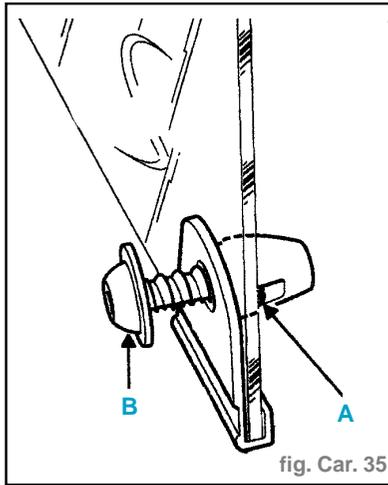

fig. Car. 35
Important : S'assurer que le doigt de maintien (A) est correctement plaqué contre la face extérieure de la vitre et qu'il ne se trouve pas en retrait à l'intérieur du trou de fixation. (fig. Car. 35)